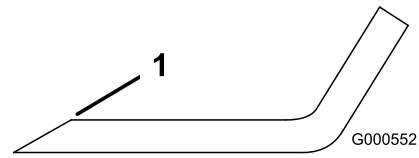

Figure 75
1. Au moyen d'une lime, aiguissez les tranchants aux deux extrémités de la lame (Figure 75).
**Remarque:** Si la lame est déséquilibrée, limez un peu l'extrémité de l'ailette seulement (Figure 75).